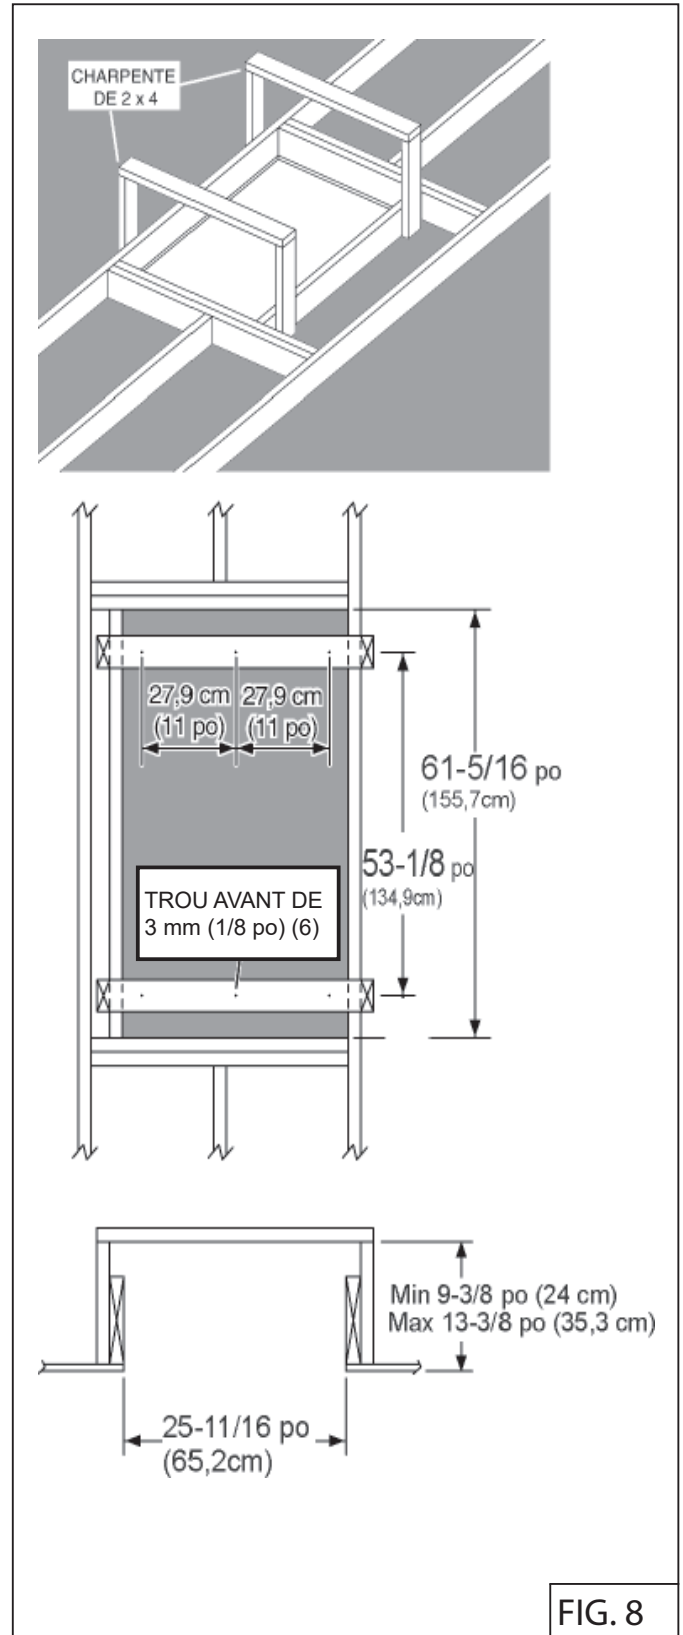

FIG. 8
1. Construisez une charpente de support, tel qu'illustré à la Fig. 8.